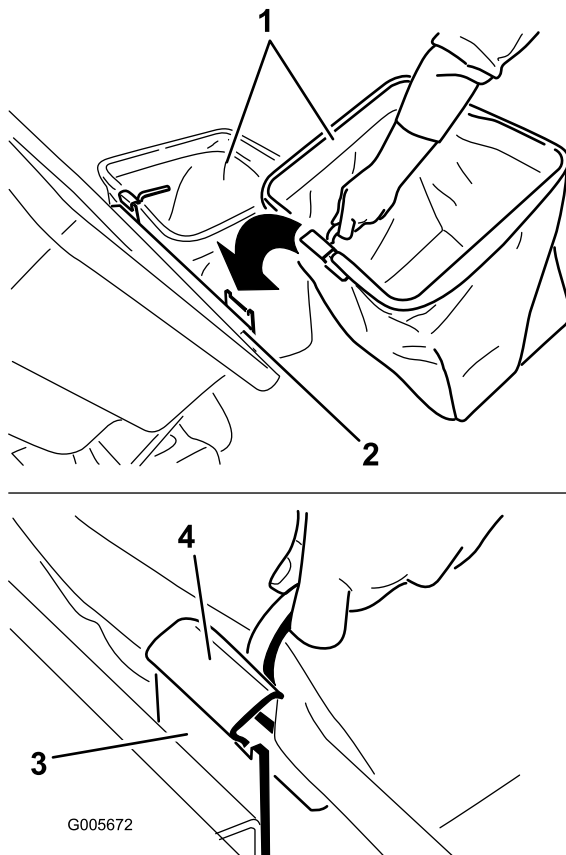

Figura 12
5. Instale las bolsas, colocando el enganche del bastidor de cada bolsa sobre los soportes de retención (Figura 12).